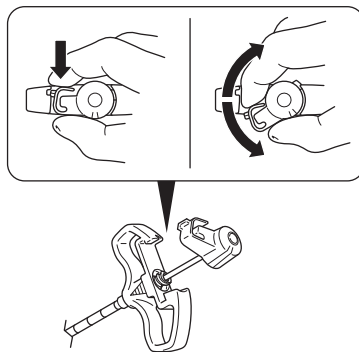

Figur 1 – För in infartskanylen/mandrängenheten
2. För in infartskanylen/mandrängenheten i operationsstället under fluoroskopisk vägledning (figur 1).